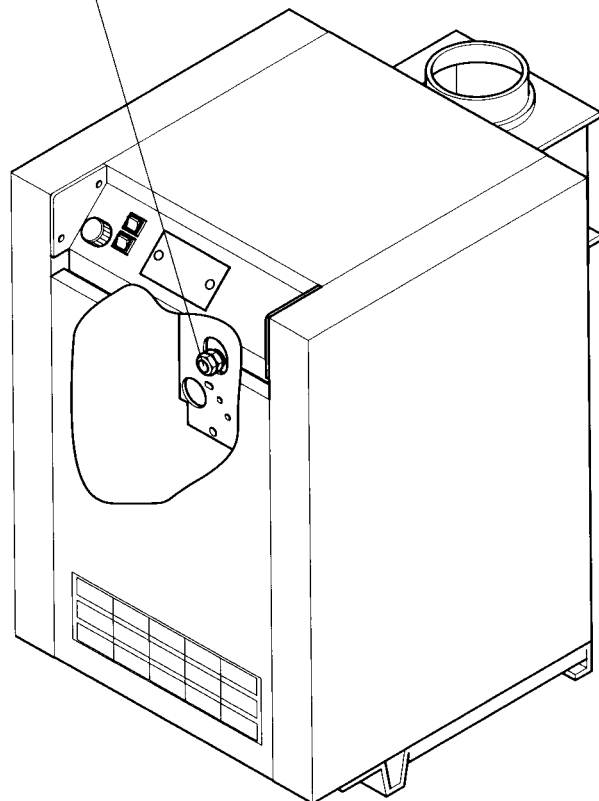

Abb. 3
- Der Kesselfühler wird in die Kesseltauchhülse gesteckt (siehe Abb. 3).